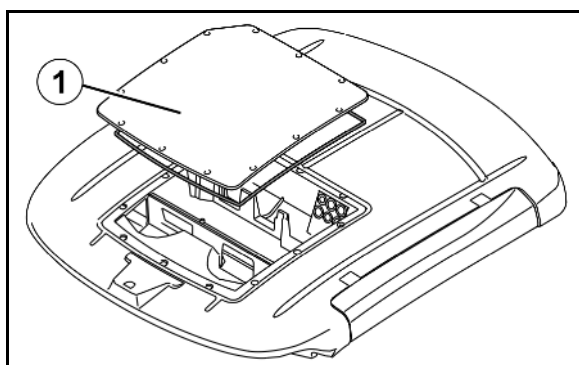

Fig. 193
2. Souffler de l'air comprimé (5 bar max) sur l'évaporateur (Fig. 193/2) et le radiateur d'eau chaude (Fig. 193/3).
3. Remplacer les joints d'étanchéité (Fig. 193/1) endommagés sous le couvercle.